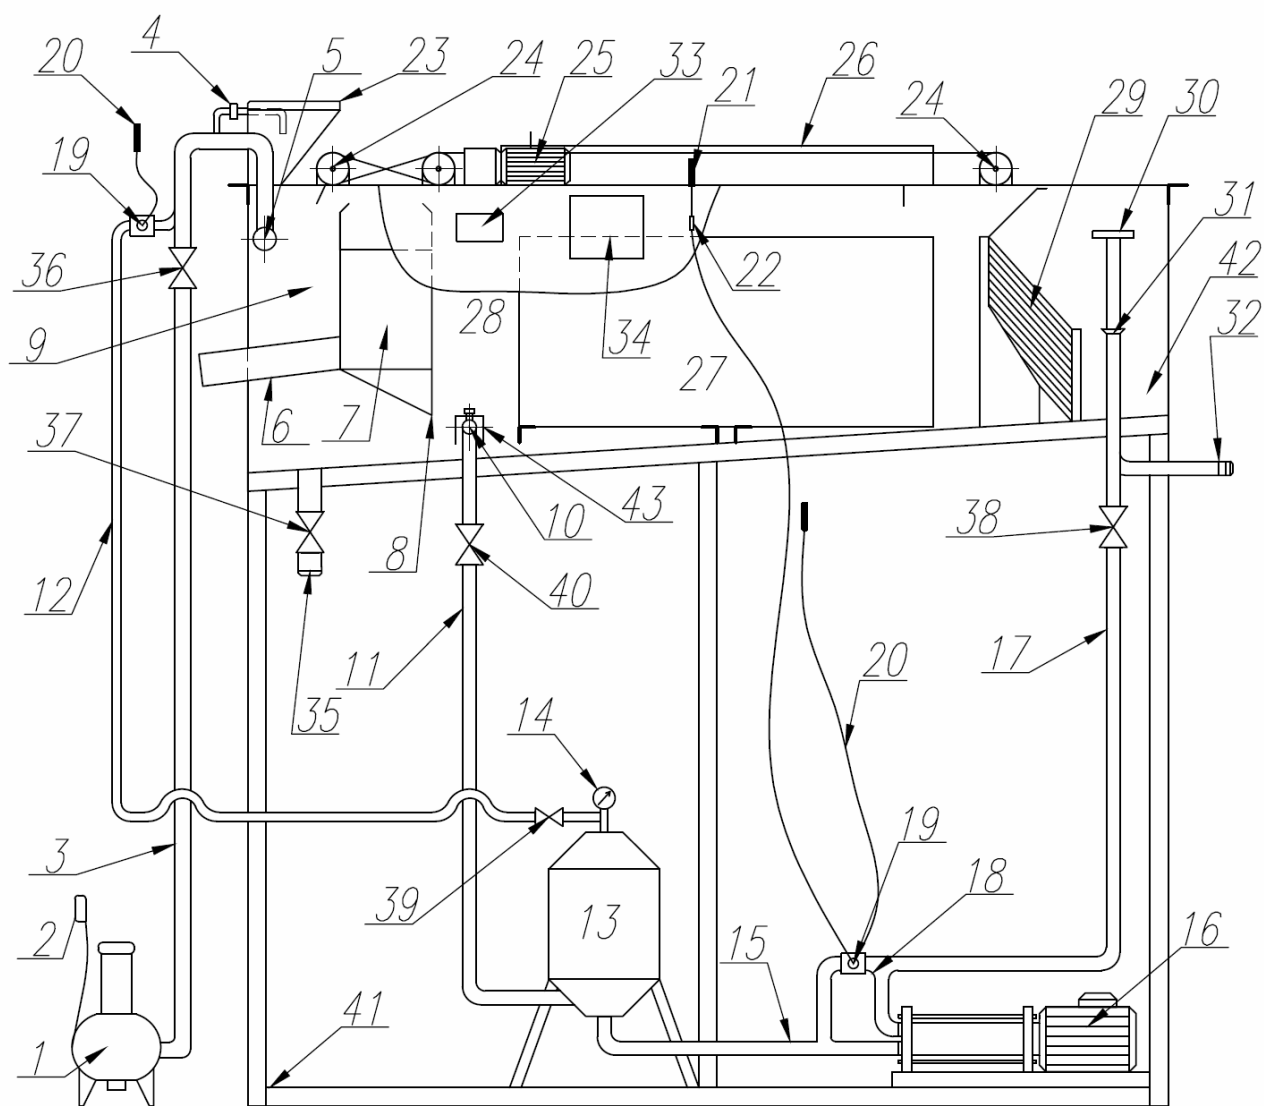

Рисунок 1. Флотатор ФЛГ «Фламинго – 1М».
4. Устройство и принцип работы флотатора (см. Рисунок 1)
- 5.5. Подключение насосного агрегата через пульт управления (20) к сети ~220 В должно осуществляться согласно требованиям технической эксплуатации электроустановок потребителем.
6. Подготовка к работе и порядок работы (см. Рисунок 1)